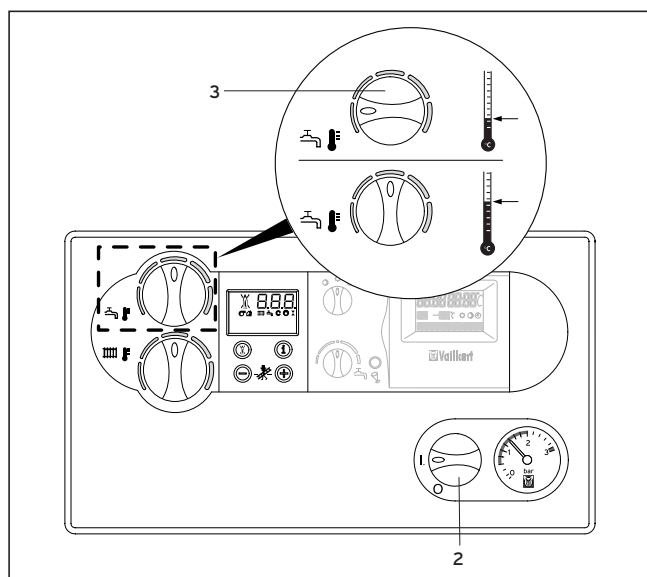

Fig. 3.5: Produção de água quente em aparelhos VMW
3.3.1 Produção de água quente sanitária em aparelhos VMW (fig. 3.5)
Caso a água apresente uma dureza superior a 1,79 mol/m³ (10° dH), posicionar o botão de regulação (2) no máximo, na posição central (fig. 3.5).